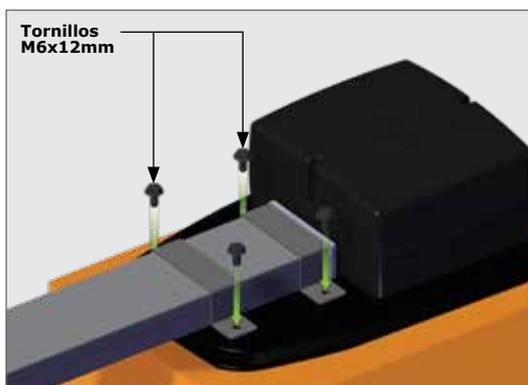

FIGURA 10
5. Asegure los soportes en U en su posición con 4 tornillos negros M6x12mm suministrados (Figura 10).